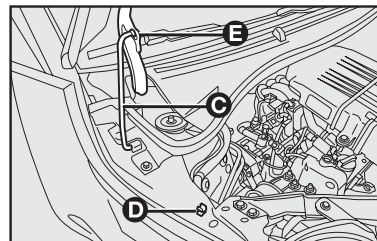

fig. 60
- levantar el capó y, simultáneamente, soltar la barra de sustentación **C**-fig. 60 del dispositivo de bloqueo **D**-fig. 60. Introducir la extremidad de la barra en su lugar **E**-fig. 60 del capó del motor (orificio grande) y desplazar hacia la posición de seguridad (orificio pequeño), como se ilustra en la figura.
Cierre - fig. 60